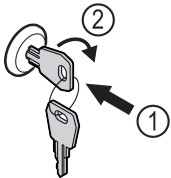

Fig. 169
- ▶ Shtyni çelësin brenda Fig. 169 (1).
- ▶ Rrotulloni çelësin me 90° në drejtimin orar Fig. 169 (2).